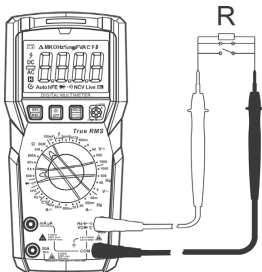

Рис. 5 Измерение сопротивления
7.3 Измерение сопротивления (см. рис. 5)